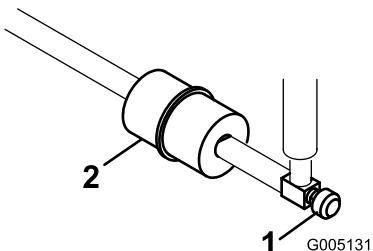

Figura 47
El tubo de combustible lleva incorporado un filtro en línea entre el depósito de combustible y el carburador (Figura 47). Asegúrese de que la flecha del filtro apunta hacia el carburador.
1. Cierre la válvula de cierre de combustible, afloje la abrazadera en el lado del carburador del filtro y retire el tubo de combustible del filtro (Figura 47).